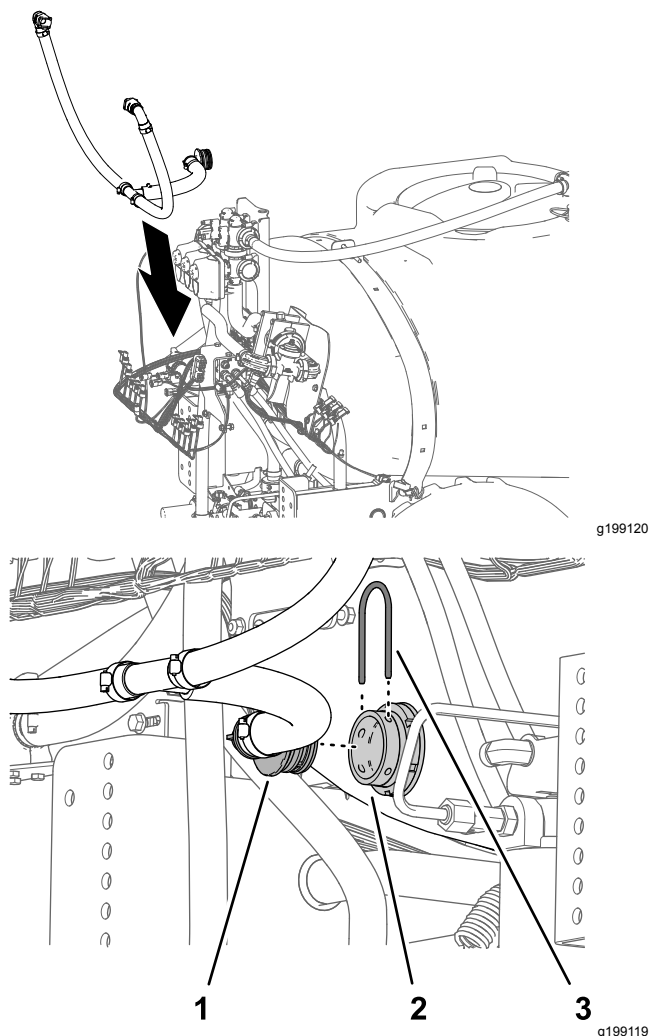

Figura 93
1. Allineate il gruppo flessibili di bypass con il serbatoio dell'irroratrice (Figura 93).